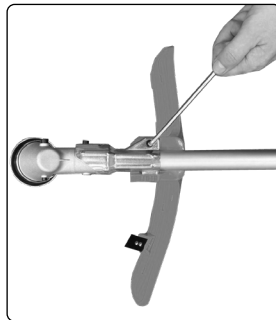

Рис. 8
- Установите защитный кожух на устройство (Рис. 8).
- Сверху установите крепление защитного кожуха (Рис. 8)
- Установите и затяните винты (Рис. 8).